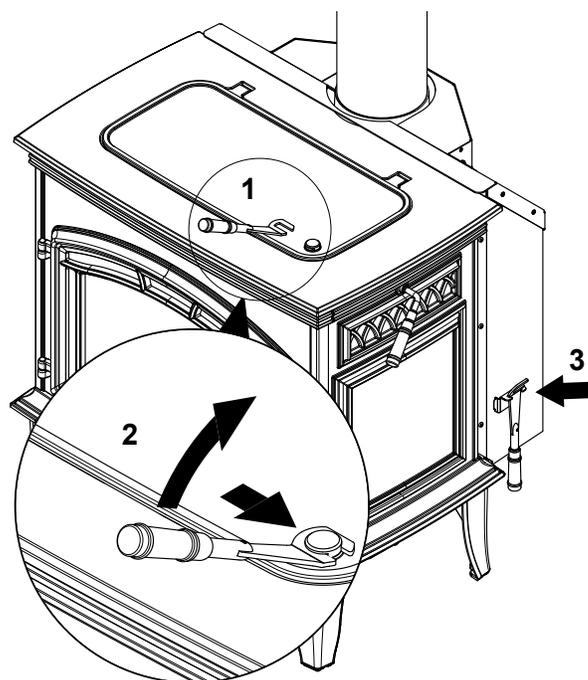

Figure 11.2
Fixer la poignée de la plaque chauffante touche au récepteur par poignée coulissante dans une gauche au mouvement droite veillant à ce que la poignée est bien engagée **Figure 11.2**.
2. Poignée de levage plaque chauffante pour ouvrir le couvercle fonte de la plaque chauffante. Laissez poignée plaque chauffante en place lorsqu'il est en position ouverte **Figure 11.2.**
Utiliser la poignée de la plaque chauffante à proximité soigneusement fonte du couvercle de la plaque chauffante, retirer la poignée de la plaque chauffante et stocker sur cintre poignée de stockage **Figure 11.2**.